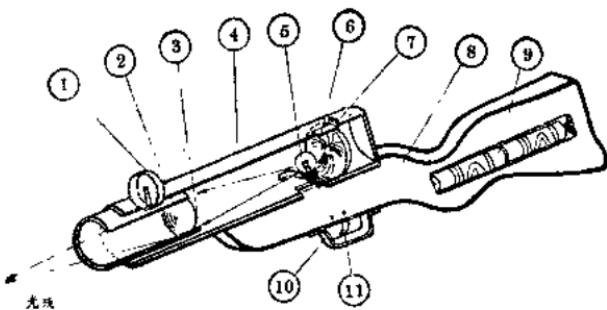

图 6-3
先从图 6-3 看看光电步枪的构造：图中①是瞄准用的准星。②是聚光透镜（放大镜），它是装在一个圆的小铁皮筒③中的。这个铁皮筒（内筒）又套在作为步枪枪身的外筒④中，这个外筒也是用薄铁皮卷好后焊成的。外筒里面装有小灯泡⑤，这个小灯泡连同一片弯角形的铁皮焊在外筒里。在小灯泡的后面有反光镜⑥，它的主要作用是把小灯泡的光线反